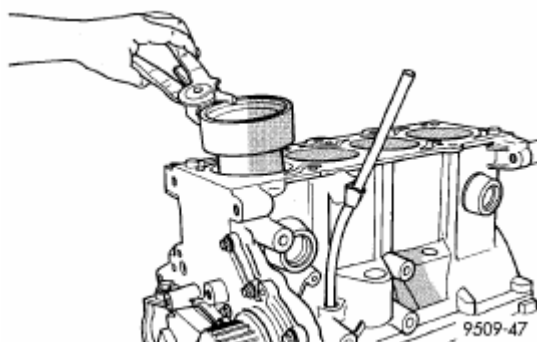

Рис. 64. Установка поршня.
(3) Окунуть головку поршня и кольца в чистое моторное масло, надеть приспособление для сжатия на поршень (Рис.64). **При этой операции положение колец не должно меняться.**
(4) Штмп направления на поршне должен быть направлен на переднюю часть двигателя.